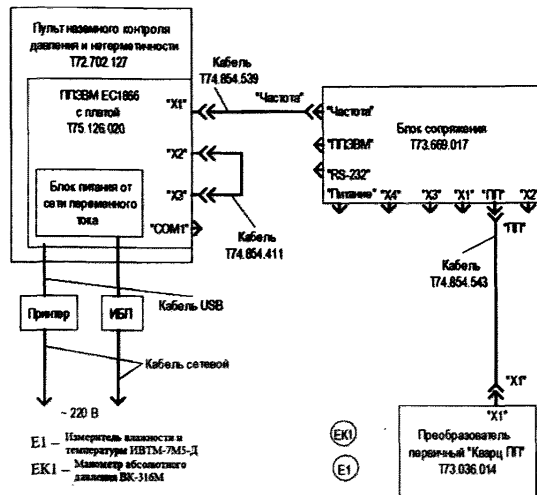

Рисунок 1 - Схема проверки.
С помощью манометра абсолютного давления ВК-316М (ЕК1, см. рисунок 1) и измерителя влажности и температуры ИВТМ-7М5-Д (Е1, см. рисунок 1) измерить значения давления и температуры в месте расположения «Кварц ППТ» и записать их для дальнейшего использования.
8.2.7 С помощью манометра абсолютного давления ВК-316М (ЕК1, см. рисунок 1) и измерителя влажности и температуры ИВТМ-7М5-Д (Е1, см. рисунок 1) измерить значения давления и температуры в месте расположения «Кварц ПП» и записать их. По записанным
8.2.11 Работоспособность «Кварц ПП» проверять, измеряя давление и температуру в месте расположения «Кварц ПП» с помощью манометра абсолютного давления и лабораторного термометра в соответствии со схемой проверки (см. рисунок 1).